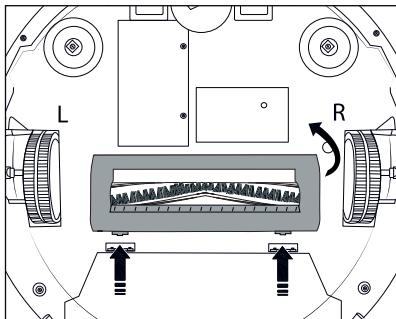

Fig. 14
① ATTENTION !
- N'utilisez l'appareil qu'avec des brosses latérales ⑨ et un rouleau brosse ⑯ correctement montés.
① Remarque
- Nettoyez régulièrement le rouleau brosse ⑯ et les brosses latérales ⑨ afin de garantir un fonctionnement conforme de l'appareil et d'éviter les pannes.
- ♦ Appuyez sur les deux touches de déverrouillage du cache du rouleau brosse ⑮ pour le détacher. Retirez le cache du rouleau brosse ⑮ de l'appareil (voir fig. 14).